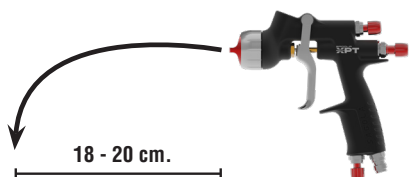

Fig.04
- **Cambio sede della valvola dell'aria:** Per cambiare sede della valvola dell'aria; il regolatore del prodotto, estraendo l'ago del prodotto e la molla con l'arresto. (vedere Fig.01 e 02). Con una chiave a brugola di 9 mm. smontare la cassa guida, estraendo la molla conica della Valvola e la Valvola (vedere Fig.04, 05 e 06).